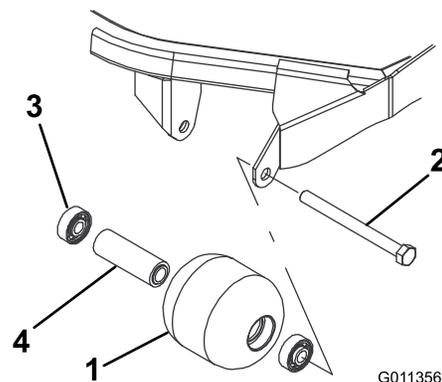

Figura 62
1. Retire el perno de montaje del rodillo (Figura 62).
4. Inspeccione el alojamiento del rodillo, los cojinetes, y el espaciador del cojinete (Figura 62) Sustituya cualquier componente dañado y vuelva a ensamblar el conjunto.
1. Introduzca a presión el primer cojinete en el alojamiento del rodillo (Figura 62). Haga presión solamente sobre el anillo de rodadura exterior, o de forma igual sobre el anillo exterior y el interior.
2. Introduzca el espaciador (Figura 62).
3. Introduzca a presión el segundo cojinete en el alojamiento del rodillo (Figura 62), haciendo presión de manera uniforme sobre el anillo de rodadura interior y el exterior hasta que el anillo de rodadura interior entre en contacto con el espaciador.